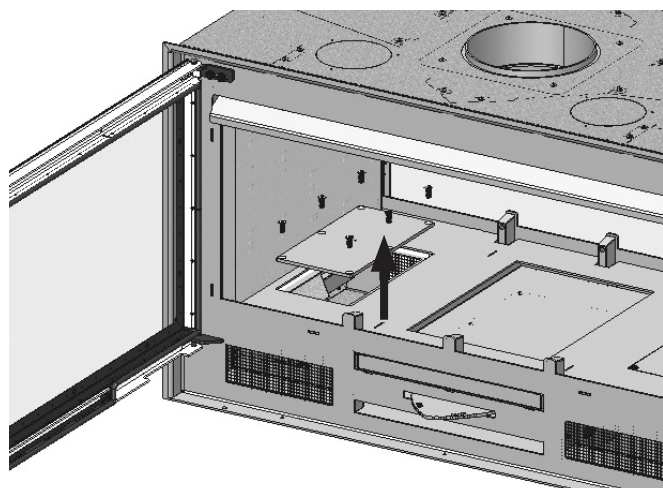

FIG. 10
2. Desserrez les vis sur les couvercles latéraux, donnant accès à tous les fans, placées sous le fond. (Fig. 10)